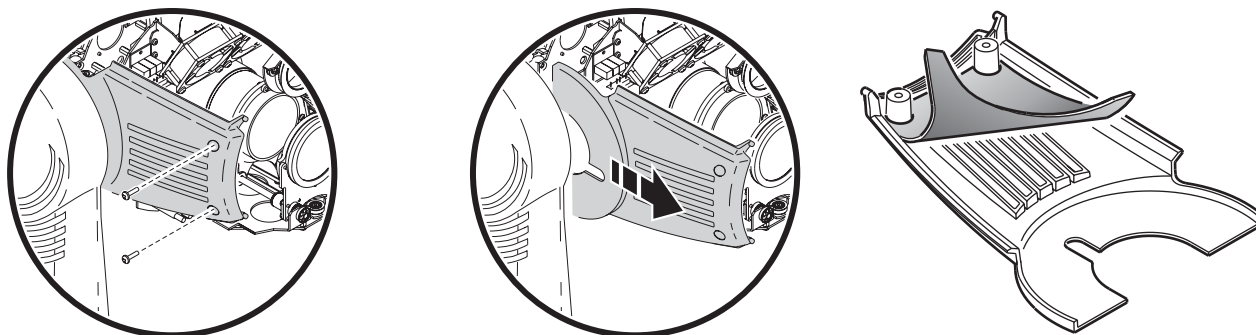

Figure 16: Changement des filtres à air
- 7 De chaque côté de la tête, retirez les deux vis qui maintiennent les capots latéraux. Tirez les capots vers l'avant pour les retirer. Nettoyez ou changez les filtres à air. S'ils sont saturés de liquide à fumée ou de poussière, lavez-les dans de l'eau savonneuse et laissez-les sécher complètement. Placez les filtres en position et remontez les capots. Voir Figure 16.